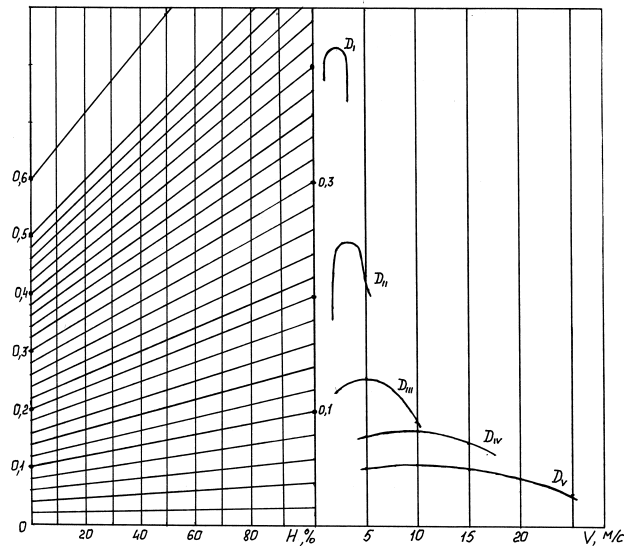

Рисунок 1. Динамическая характеристика с номограммой нагрузок
1. Используя динамическую характеристику с номограммой нагрузок (рис.1), найти мощность на ведущих колесах автомобиля, если автомобиль, полная масса которого 8,2 т движется равномерно по грунтовой дороге (коэффициент сопротивления качению 0,03) на подъем 4°. Фактор обтекаемости автомобиля  $3 \text{ Н} \cdot \text{с}^2 / \text{м}^2$ , грузоподъемность 5 т, фактически перевозимый груз составляет 4 т.